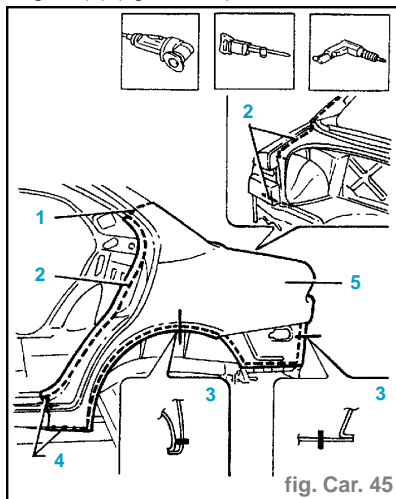

fig. Car. 45
- Exercer la soudure à report de laiton entre le montant et le pare-brise (5).
- Utiliser la scie circulaire en suivant les lignes de découpage hachurées en figure (1) (fig. Car. 45).